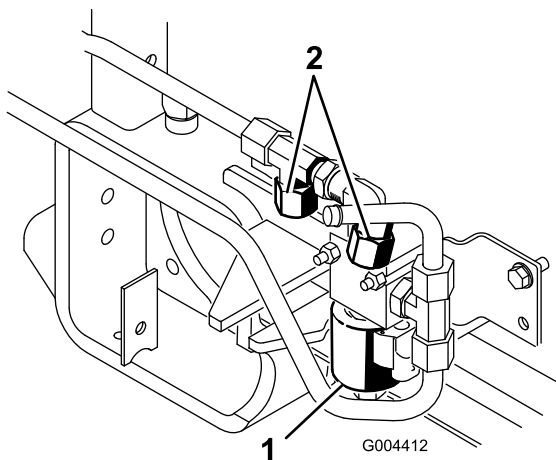

Figure 3
1. Enlevez les 2 bouchons de la valve hydraulique à distance arrière (Figure 3).